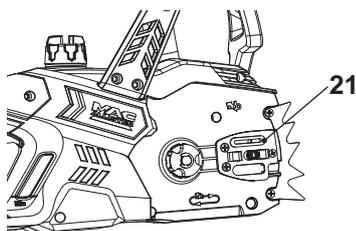

Fig.40
2. Examinez le trou du réservoir d'huile [21]; s'il est bouché, nettoyez-le afin d'assurer un graissage correct de la chaîne et du guide-chaîne lorsque l'appareil fonctionne. Utilisez pour cela un fil de fer mou assez fin pour être introduit dans le trou de vidange d'huile (Fig. 40).